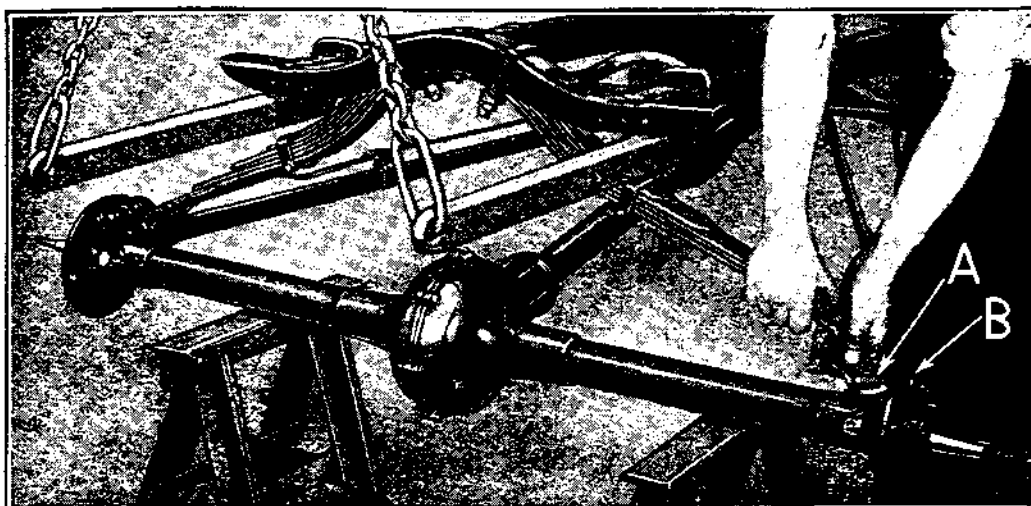

Fig. 68
- a) Soulever l'arrière du châssis à l'aide d'un palan, et caler le pont sur des tréteaux. (Voir fig. 68.)